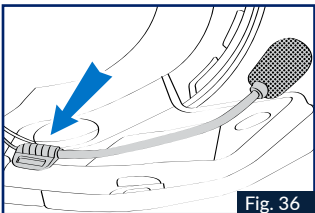

Fig. 36
7. Placer le microphone et fixez le à l'aide de la pièce velcro fournie, sur le polystyrène de la joue gauche comme indiqué sur la Fig.36